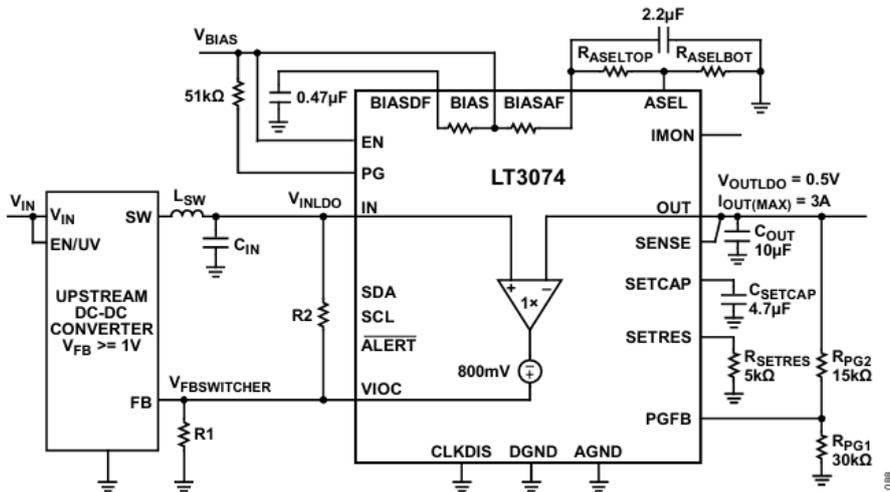

図 88. 基本的な VIOC 動作
VIOC ピンは、上流のスイッチング・コンバータを制御して、LDO の出力電圧に関係なく、LT3074 の両端電圧を一定に保ちます。これにより、PSRR 性能を維持しながら最大限の効率が得られます。VIOC ピンは高速アンプの出力であり、電圧値は $(V_{IN} - V_{OUT}) + 800mV$ です。図 88 に示すように、VIOC 機能は簡単に使用できます。フィードバック電圧 $V_{FB} \geq 1V$ のスイッチング・コンバータの場合は、上流のスイッチング・コンバータのフィードバック (FB) ピンに VIOC ピンを接続します。これにより、LT3074 の入出力間電圧差が、スイッチング・コンバータのフィードバック電圧より 800mV 低い値にレギュレーションされます。複数の LT3074 を並列に接続する場合、1 つの LT3074 デバイスの VIOC ピンをスイッチング・コンバータの FB ピンに接続し、他の VIOC ピンはすべてフローティング状態にします。LT3074 がオフになると、 V_{INLDO} が $V_{FBSWITCHER} \times (R1 + R2)/R1$ で設定された電圧に固定されます。